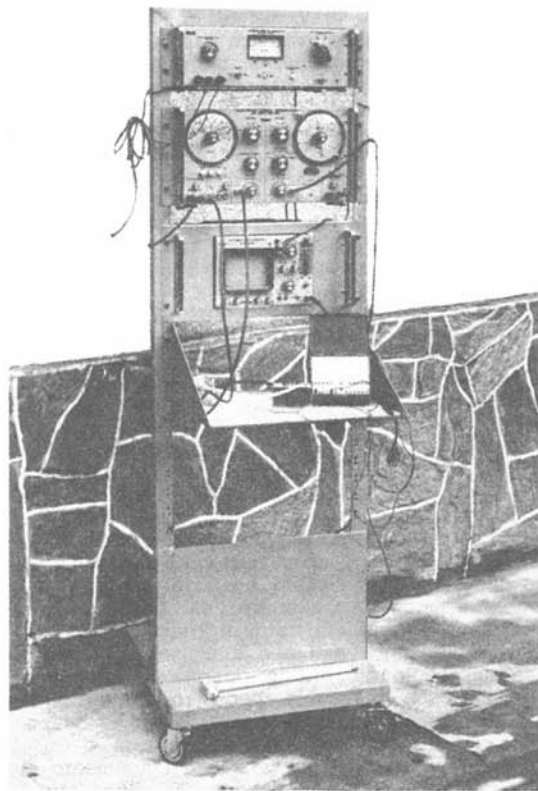

Fig. 1.4.2 - Carrello porta strumenti.
**D) Carrello porta strumenti** Fig. 1.4.2 - Si tratta di un carrello del tipo RACK appositamente studiato per l'alloggiamento di strumenti di laboratorio. È stato costruito dalla Ditta UNAOHM.
L'utilità del carrello in esame, raffigurato in fig. 1.4.2 è molteplice: